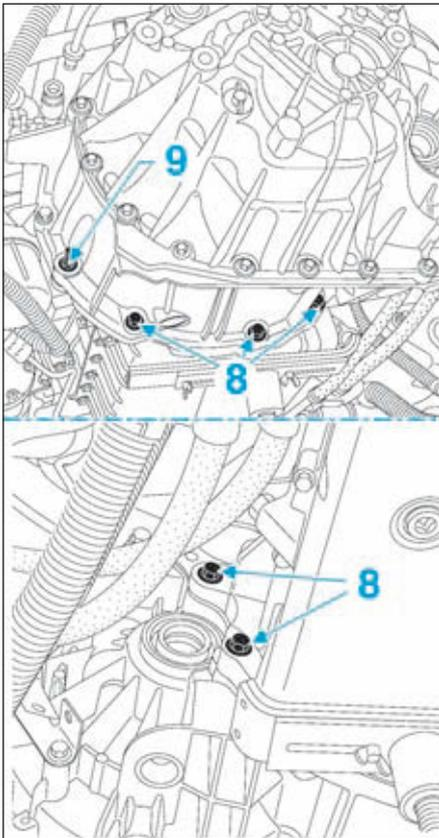

FIG.7
- Déposer les vis (8) et les écrous (9) de la boîte de vitesses (Fig.7).